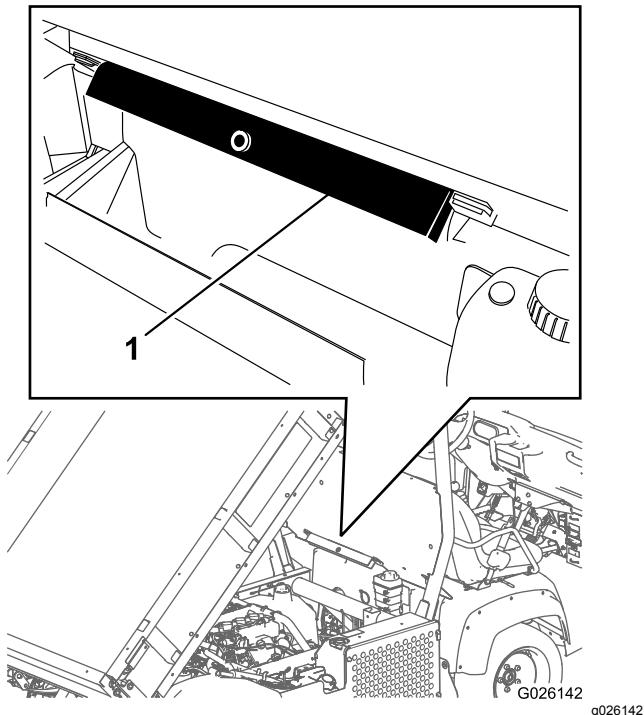

Figura 18
- Retire el soporte de la plataforma de los soportes de almacenamiento situados en la parte trasera del panel del ROPS (Figura 18).